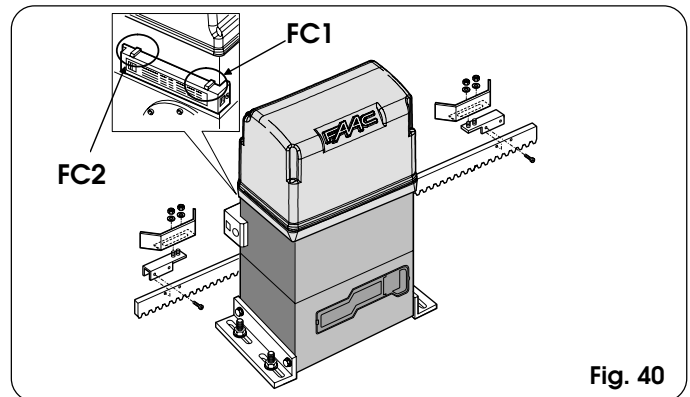

Fig. 40
- Ensamble el fin de carrera centrando la chapa respecto a los pernos roscados del soporte (Fig. 40).